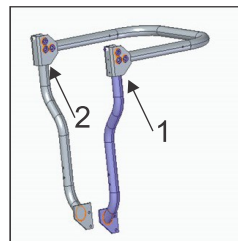

Fig. 2.15 (B)
1. Rimuovere i perni di fissaggio (2).
2. Abbassare lentamente la struttura di protezione (1) fino ad appoggiarla sul fermo. Fai attenzione a non farti male.
3. Montare i perni di fissaggio (2) ei relativi dadi come illustrato.
4. Prima di utilizzare nuovamente la trattore, riportare in posizione verticale la struttura di protezione (1) (Fig. 2.15) eseguendo in senso inverso l'operazione sopra descritta. Montare i perni di fissaggio.
- Mantenere sempre la parte superiore della struttura di sicurezza bloccata in posizione verticale (come nella Fig.2.15 sopra) quando si utilizza il trattore.